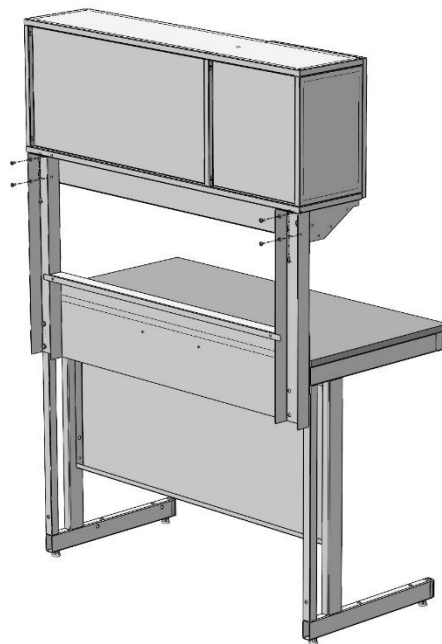

Рис. 4. Фиксация шкафа-надстройки
- 6.6. Зафиксировать титровальную надстройку снизу и сзади используя винты М6х12 мм и шайбы 6 (шкаф из ЛДСП снизу крепить на саморезы 4х16) (Рис. 4).